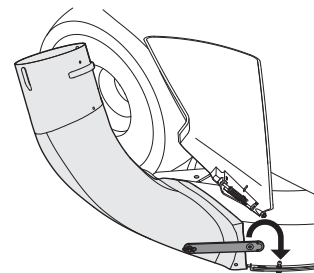

Figura 24
- Fije el codo del canal de descarga a la plataforma del tractor enganchando la correa del canal en el perno de bola instalado anteriormente en la plataforma. Ver Figura 24.